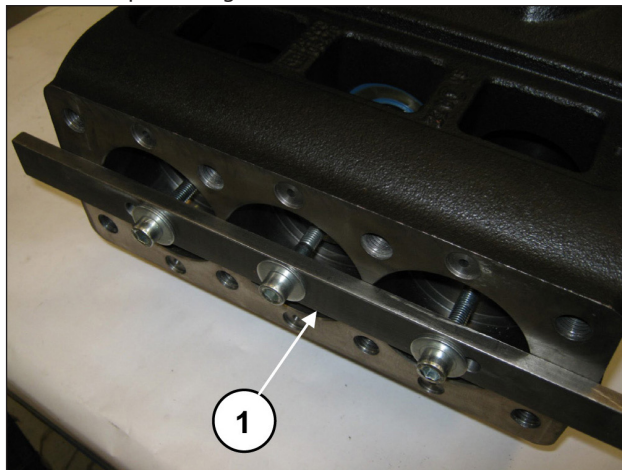

Fig. 19
Avance as semi-hastes completamente na direção da parte hidráulica para permitir o escape do eixo de manivela. Para facilitar a operação, use a ferramenta adequada (cód. 27566200), (pos. ①, Fig. 19).